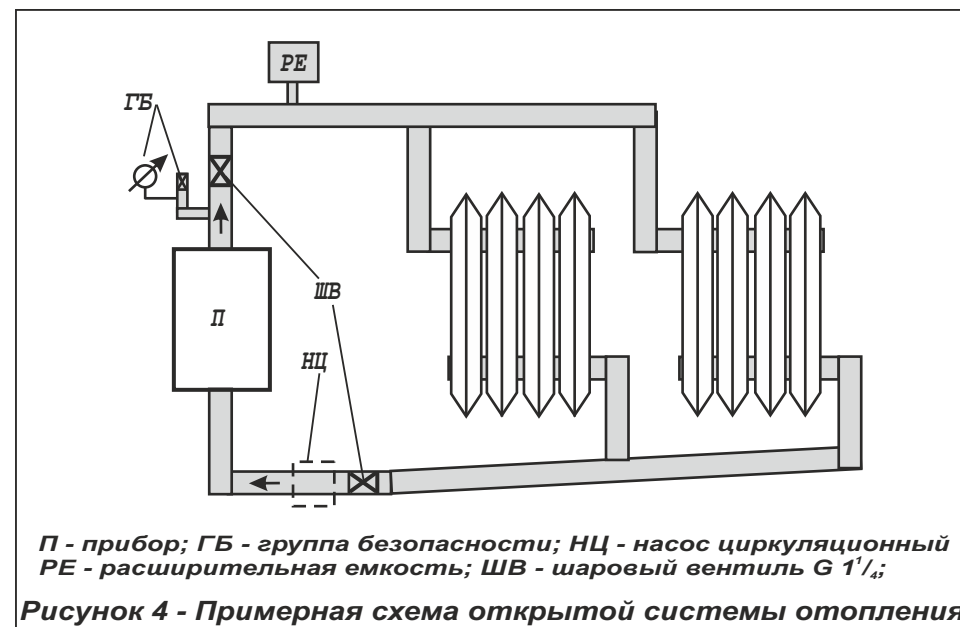

Рисунок 4 - Примерная схема открытой системы отопления
5.9 *Внимание!* При эксплуатации прибора запрещается полностью или частично перекрывать шаровые вентили на входе и выходе из котла (см. рисунок 4).